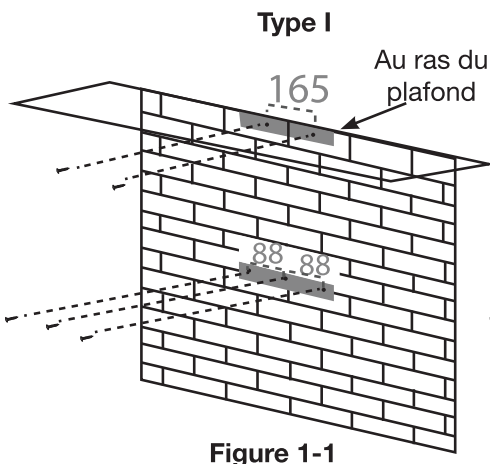

Figure 1-1
- La hotte sera fixée à ce support (voir figure 1-1, 1-2 ou 1-3).
- Percez deux trous selon la grandeur du support de montage. Le support de montage supérieur doit être positionné au ras du sommet de la cheminée à l'extérieur (voir figure 1-1, 1-2 ou 1-3).